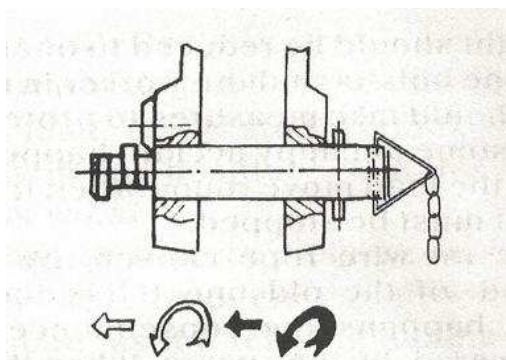

Fig2. Tournez et poussez l'axe fixe 2 fois avant de le faire passer de l'autre côté.
2. Ancrage : L'axe fixe est à utiliser pour serrer le câble autour du tire-fort. Connectez le câble ou le crochet à une charge et placez l'axe qui est au bout d'une chaîne dans le trou prévu à cet effet. En insérez l'axe, tournez-le 2 fois pour le serrez (Fig 2).